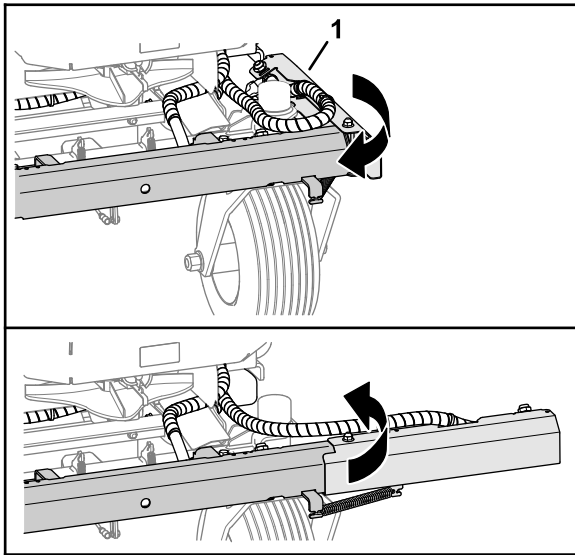

Figura 30
- Gire hacia adelante el brazo de fumigación exterior para extender el brazo (Figura 30).
- Gire hacia atrás el brazo de fumigación exterior para plegar el brazo (Figura 30).